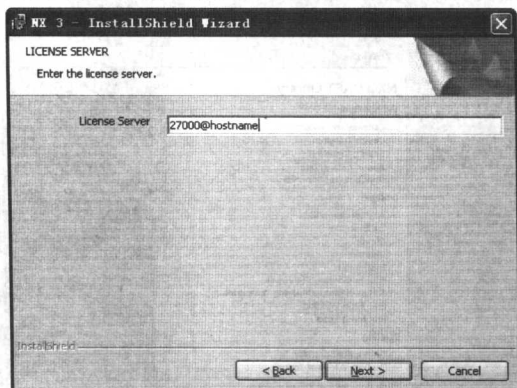

图 1-13 指定服务计算机网络名
(7) 单击 Next 按钮后,软件要求指定服务安装的位置,在对话框的 Server 文本框中输入 27000@hostname,如图 1-13 所示。